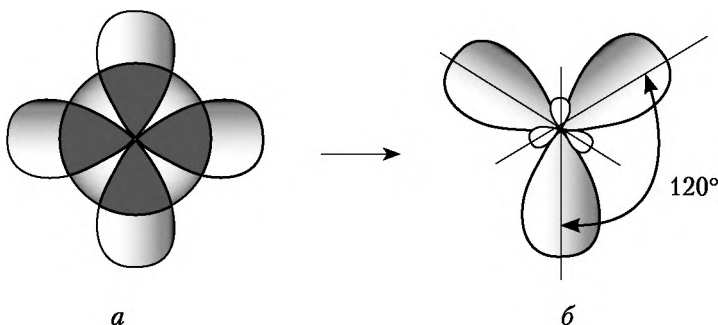

Рис. 4.7. Схема  $sp^2$ -гибридизации
**$sp^2$ -Гибридизация.** Одна  $s$ -орбиталь и две  $p$ -орбитали превращаются в три одинаковые гибридные орбитали, угол между осями которых равен  $120^\circ$  (рис. 4.7), с уменьшением доли  $s$ -состояния.  $2s + 2p_x = 2(2sp)$ , с уменьшением длины связи и образованием в реакциях с алкенами *цис*-изомеров (в реакции присоединения с одной стороны от  $\pi$ -связи) или по разные стороны от  $\pi$ -связи с образованием конфигурации *транс*-изомеров (геометрическая изомерия).